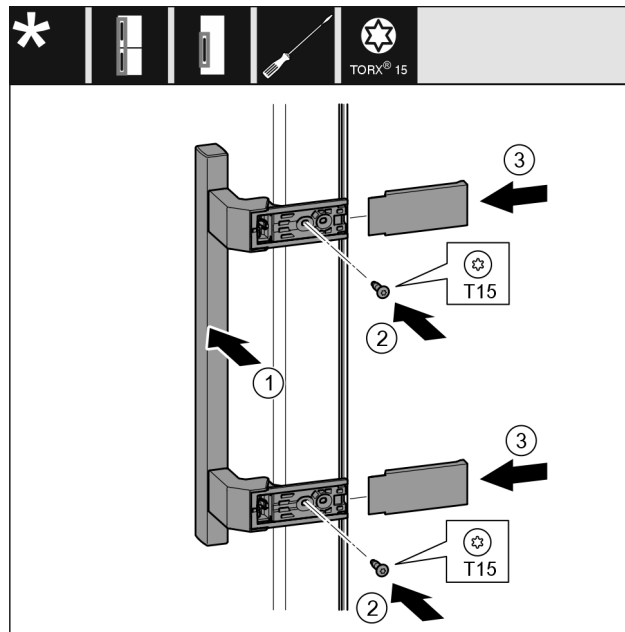

Fig. 22
- ▶ Helyezze fel a fogantyút Fig. 22 (1) a másik oldalra.
- ▶ Húzza meg a csavarokat Fig. 22 (2) csavarhúzóval.
- ▶ Helyezze fel a fedelet Fig. 22 (3) oldalra, és tolja fel őket.